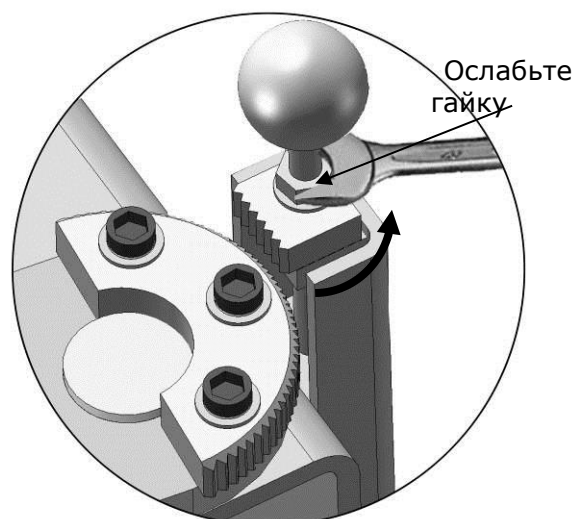

Рис. 23
2. Опустите каретки до конца, с помощью 17# ключа to ослабьте гайку (См рис. 23)